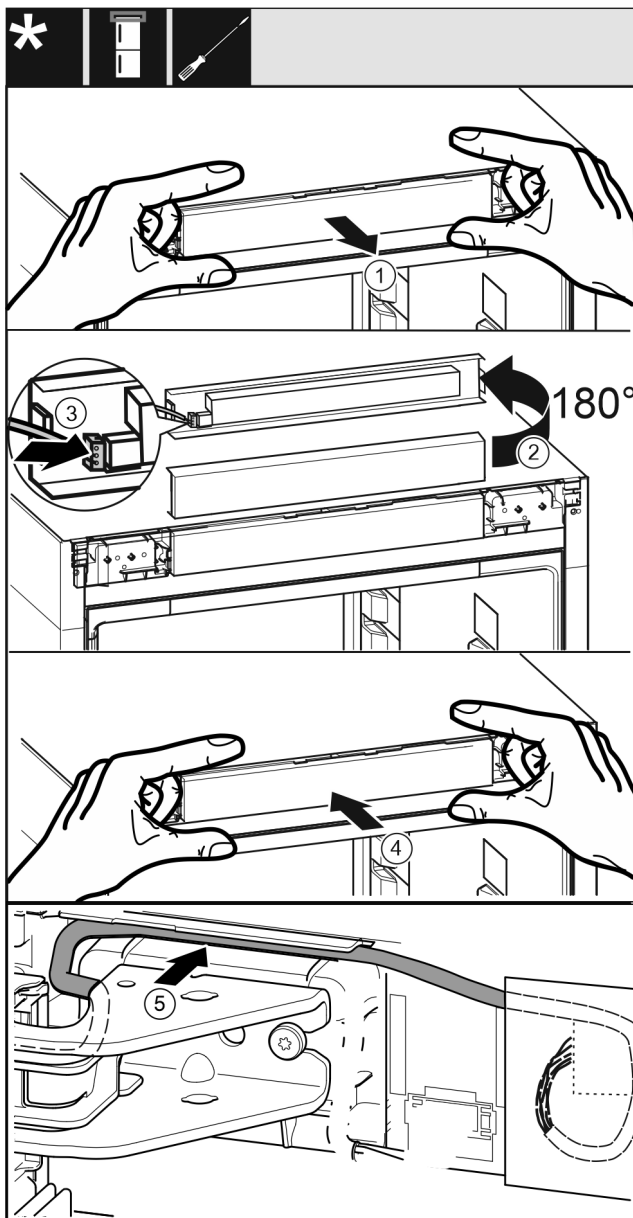

Fig. 43
- ▶ Estrarre con cautela il pannello di comando. Fig. 43 (1)
- ▶ Ruotare verso l'alto di 180° il pannello. Fig. 43 (2)
- ▶ Innestare il connettore sul pannello di comando. Fig. 43 (3)
- ▶ Reinnestare il pannello di comando sull'apparecchiatura. Fig. 43 (4)
- ▶ Posare con cautela il cavo grigio nella guida sopra il blocco di supporto superiore. Fig. 43 (5)